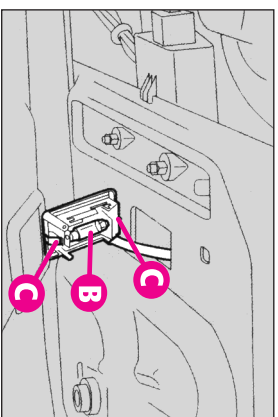

fig.65
-Înlocuiți becul (B-fig. 65) de forma cilindrică având grijă ca cel nou să fie corect poziționat între contacte.
-Puneți la loc capacul transparent asigurându-vă că s-a auzit clicul de fixare. (C-fig. 65)